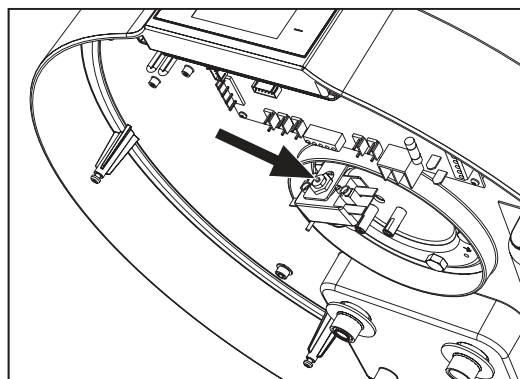

fig. 66 - Restabelecimento do termostato de segurança
- Restabeleça manualmente o termostato de segurança disparado (fig. 66). Em caso de intervenção, o perno central do termostato sobressai em cerca de 2 mm.